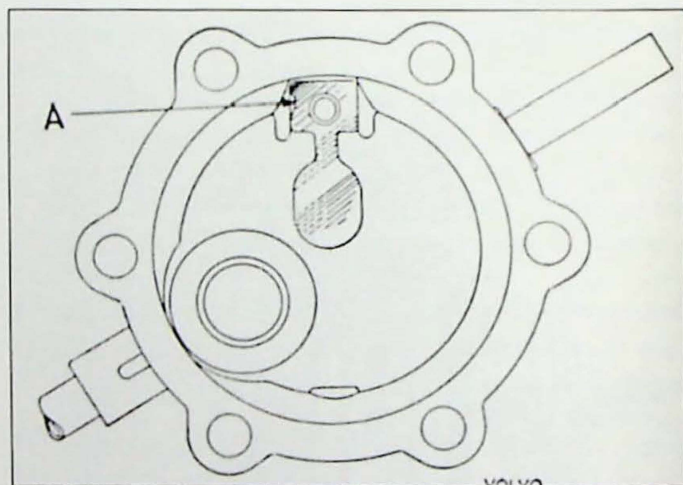

Fig. 3.42. Plaatsing van veer. A: uitsparing
1. Monteer de bladveer (Fig. 3.42) evenals de stoparm. Draai de schroef aan maar niet vaster dan tot de bladveer goed aansluit op het pomphuis.
2. Monteer de veer (4) en geleider (3). Let op rubber ring (2) met de flens in de geleider.
4. Druk het membraam neer; breng de hefarm in (14) en let er op dat de hefarm in de juiste positie komt t.o.v. de membraamstang. Monteer asje (16), borgringen (15), veerhouder (13) en veer (12).